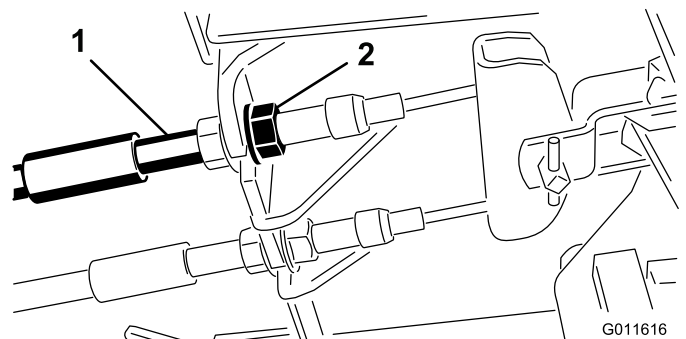

Рисунок 75
1. Чтобы уменьшить свободный ход тормозных педалей, затяните тормоза, ослабив переднюю гайку на резьбовом конце троса тормоза (Рисунок 75).